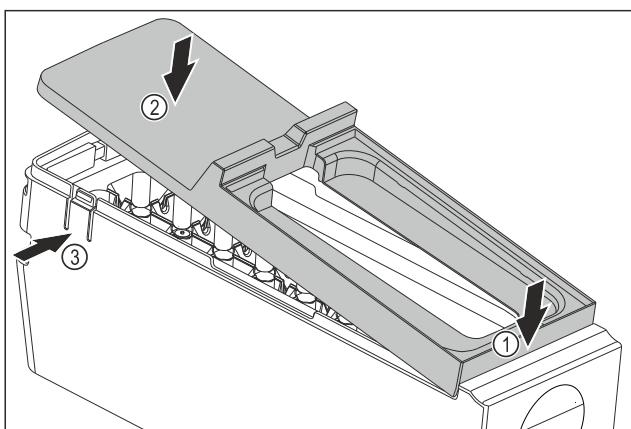

Fig. 90
- Монтаж на капака на корпуса на EasyTwist-Ice: Поставете капака отпред. Fig. 90 (1)
- Спуснете капака отзад. Fig. 90 (2)
- Капакът се фиксира с щракване в двете езичета Fig. 90 (3).